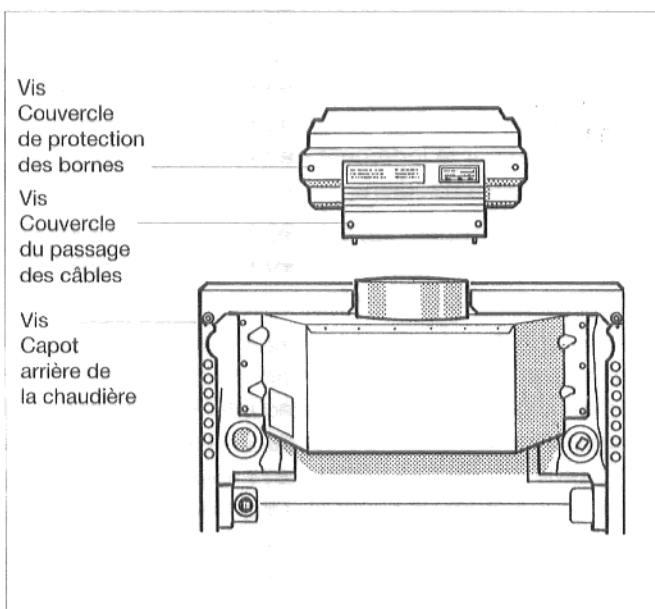

Fig. 11
- Dévisser les deux vis de fixation du capot arrière de la chaudière (fig. 11). Enlever le capot arrière.
- Dévisser les deux vis du couvercle de protection des bornes de l'appareil de régulation (fig. 11). Enlever le couvercle.
- Dévisser les deux vis du couvercle du passage des câbles (fig. 11). Enlever le couvercle.